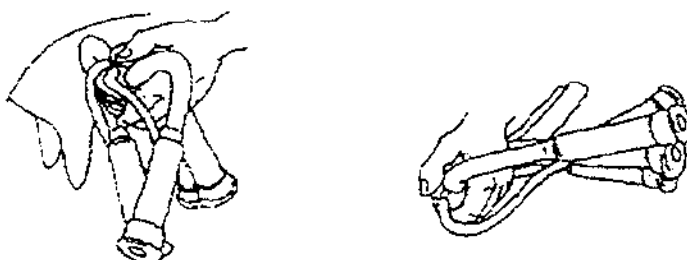

Рисунок 3 Подготовка аппарата к надеванию на соски
5.2 Установите доильный аппарат на вымя коровы (рис. 3 и 4) в следующем порядке: